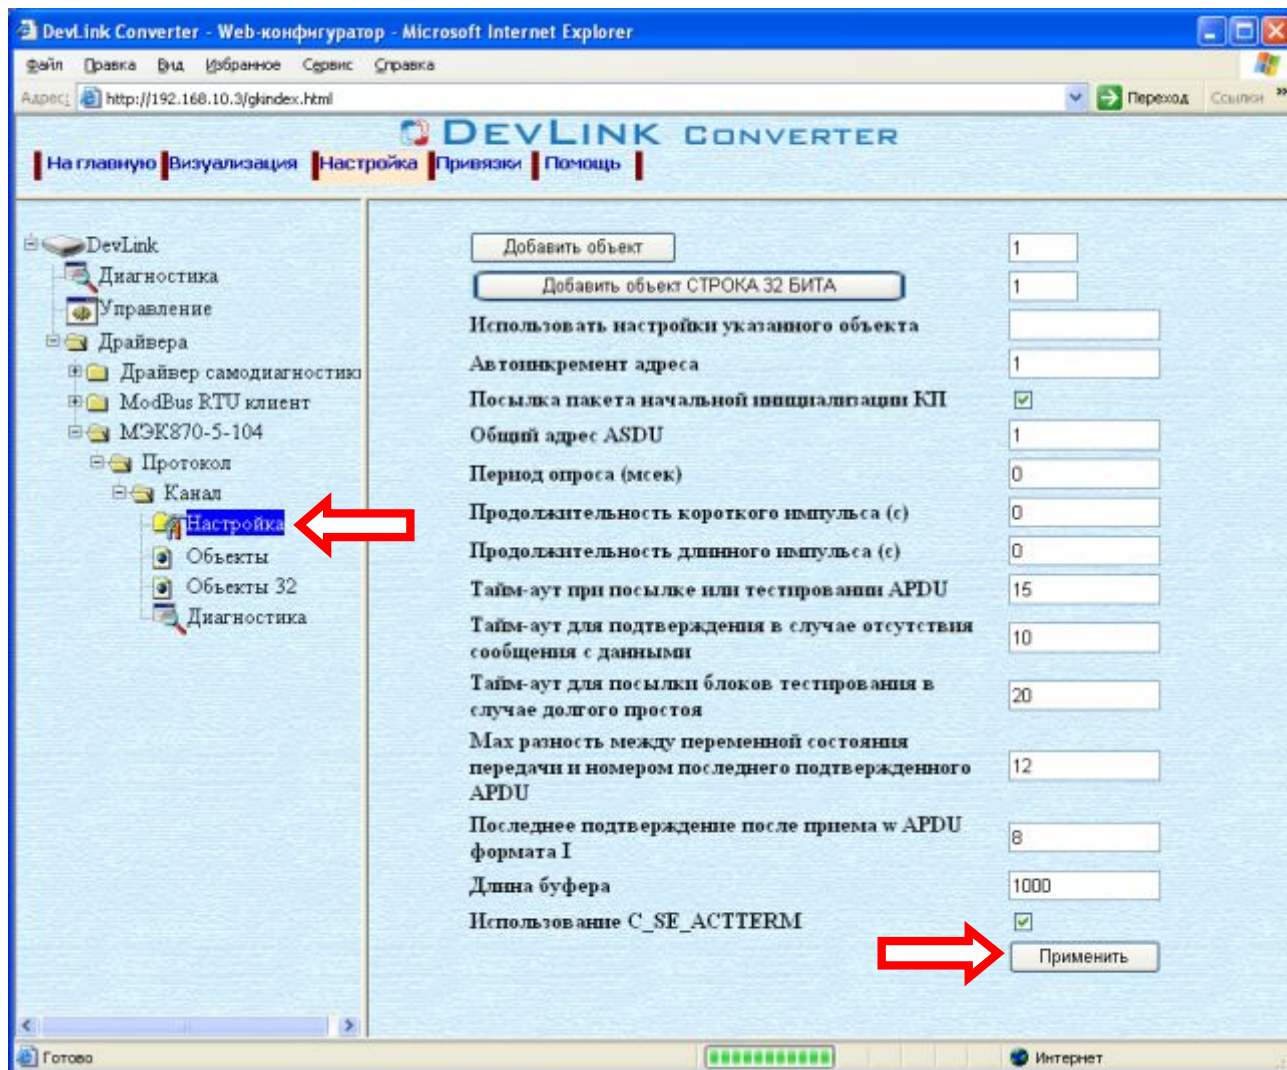

Рисунок 3.4 – Настройка протокола
- Выберите в дереве объектов **Протокол->Канал->Настройка** (рисунок 3.4)
- С помощью элементов управления задайте необходимые установки и нажмите на кнопку **Применить** (рисунок 3.4).